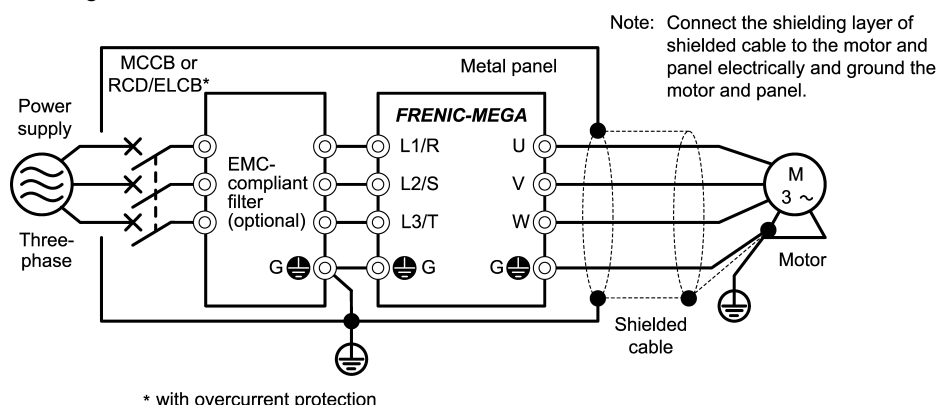

Figura 9.3 Colocación del inversor con filtro EMC en un panel de metal
- 3) Si el ruido del inversor supera el nivel admisible, coloque el inversor y sus periféricos dentro de un panel de metal como se muestra en la Figura 9.3.